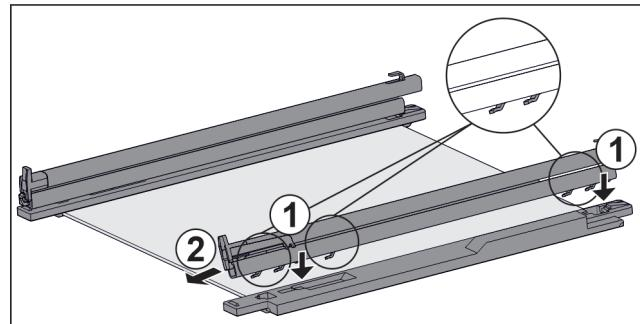

Fig. 125 Sklenená doska s koľajničkami a prídržnými dielmi
► Nasadte háky koľajničky na otvory **ľavého** prídržného dielu. Fig. 125 (1)
► Potiahnite koľajničku dopredu. Fig. 125 (2)
► Nasadte háky koľajničky na otvory **pravého** prídržného dielu. Fig. 125 (1)